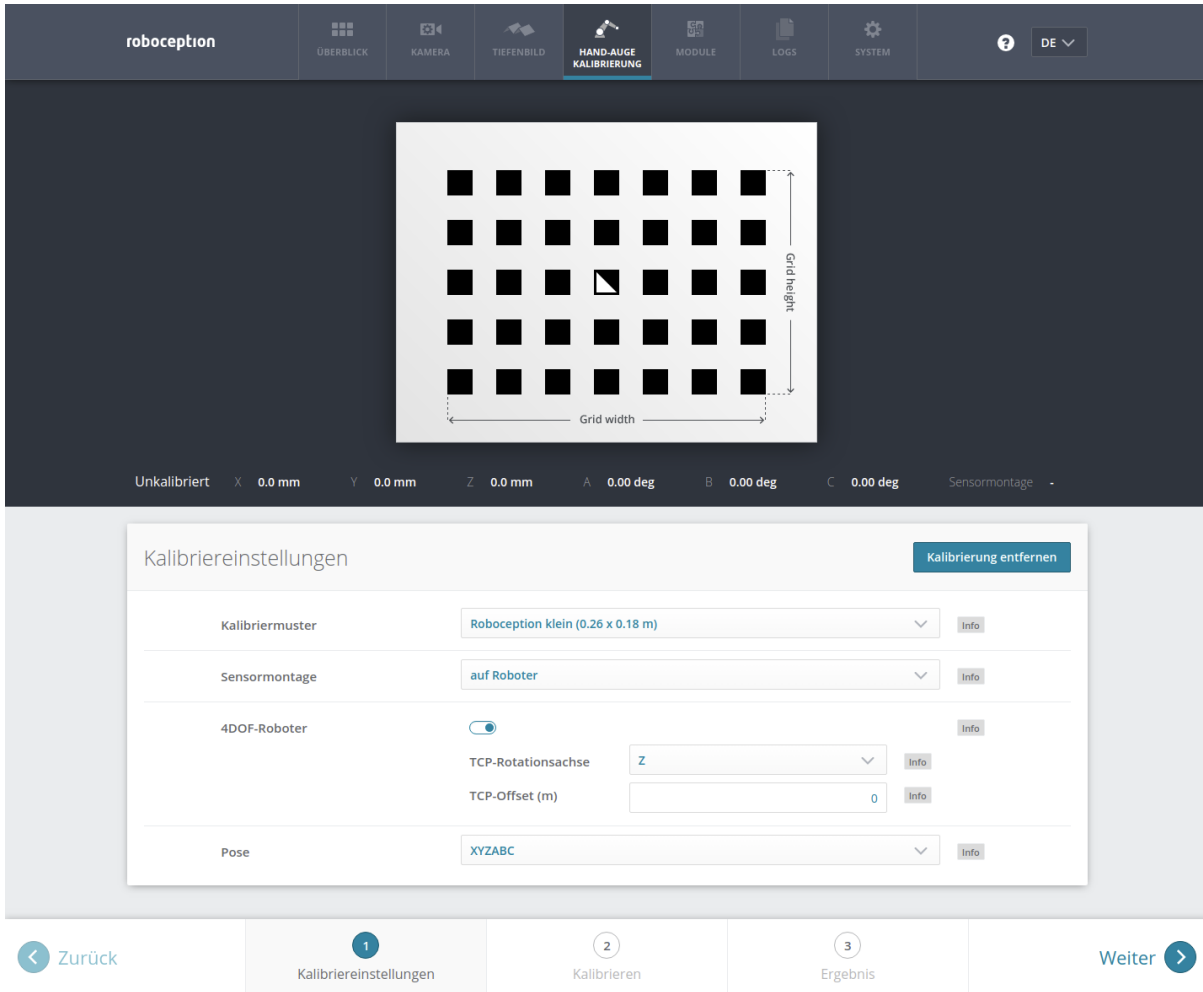

Abb. 5.10: Erfassung der Parameter zur Hand-Auge-Kalibrierung in der Web GUI des *rc\_cube*
**Web GUI-Beispiel:** Die Web GUI bietet eine Oberfläche, über die sich diese Parameter im ersten Schritt der Kalibrieroutine, wie in Abb. 5.10 gezeigt, erfassen lassen. Neben den Angaben zur Mustergröße und Kameramontage kann der Benutzer in der Web GUI auch die Kalibrierung von 4DOF-Robotern einstellen. In diesem Fall müssen die Rotationsachse, sowie der Offset vom TCP zum Kamerakoordinatensystem (für Kameras am Roboter) oder zur Oberfläche des Kalibriermusters (für statische Kameras) angegeben werden. Außerdem kann das Format für Posen eingestellt werden. Dieses Format wird im nachfolgenden Schritt 2 des Kalibriervorgangs verwendet, um die Roboterposen zu übertragen. Folgende Formate sind möglich: *XYZ-ZABC* für Positionen und Eulersche Winkel oder *XYZ+Quaternion* für Positionen samt Quaternionen für die Darstellung von Drehungen. Für die genauen Definitionen siehe *Formate für Posendaten* (Abschnitt 11.1).